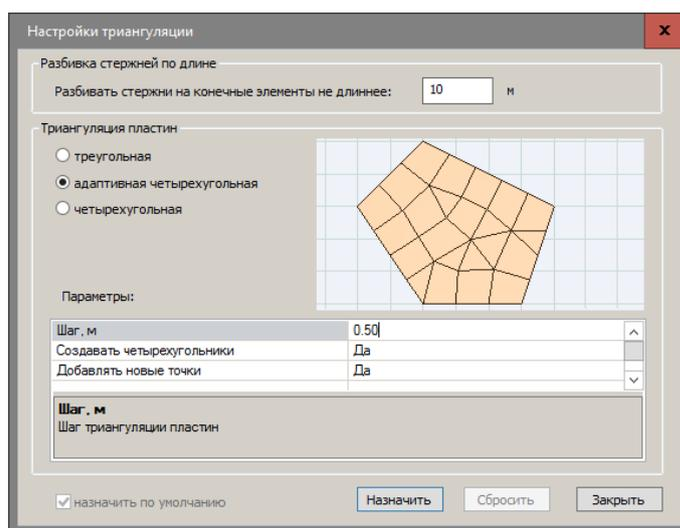

Рис.15.41. Диалоговое окно **Настройки триангуляции**
- Вызовите диалоговое окно **Настройки триангуляции** (рис.15.41) щелчком по кнопке  - **Настройки** (панель **Расчетная модель: триангуляция** на вкладке **Аналитика**).